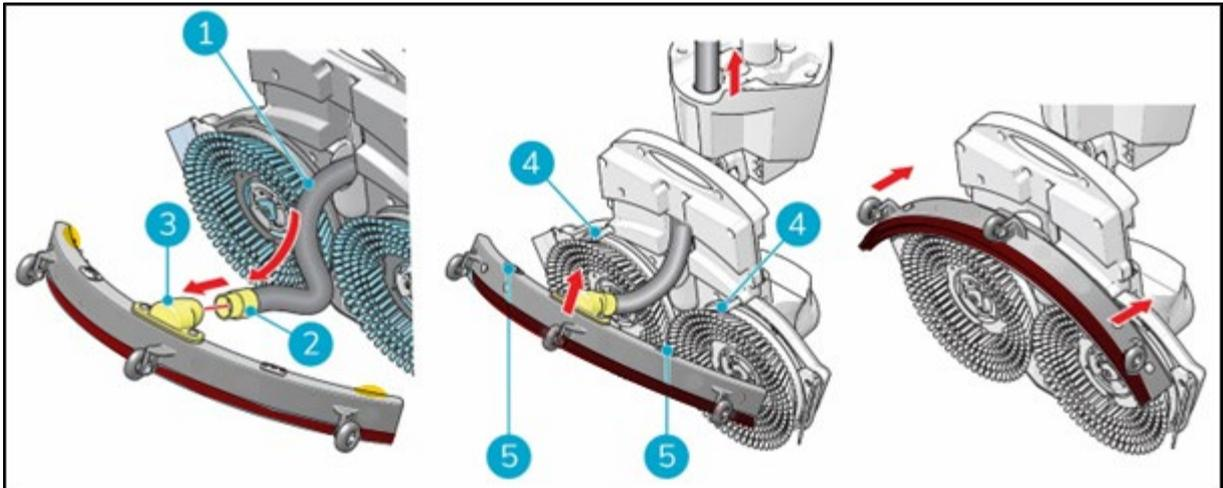

Figure 11
1. Prendre le tuyau d'aspiration (figure 11, pos 1).
2. Insérez le raccord du tuyau (11, pos 2) dans la raclette (Figure 11, pos 3).
3. Tournez le raccord de tuyau d'un quart de tour pour qu'il soit bien ajusté (figure 11, pos 2).
6. Alignez les goupilles du pont de lavage (figure 11, pos. 4) sur les trous de la raclette (figure 11, pos. 5).
(Figure 11, pos 5).